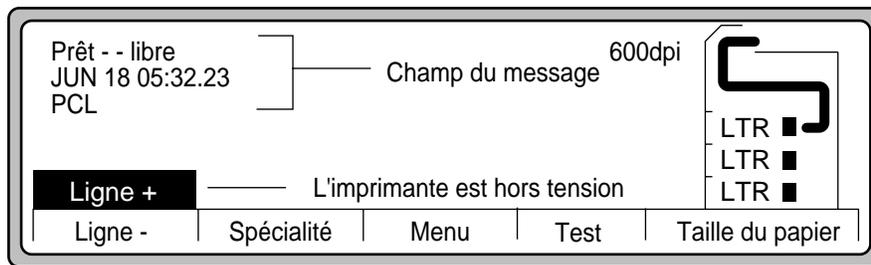
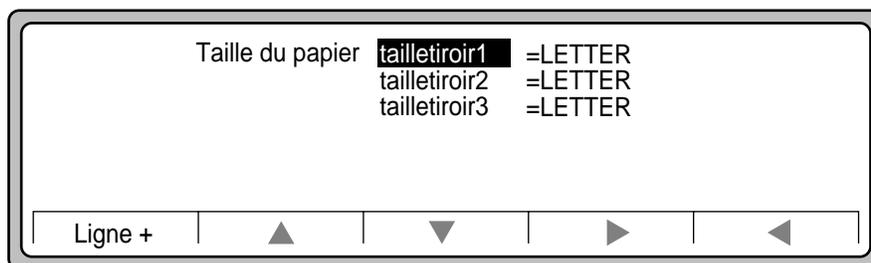

Figure 3-13 Ecran principal
Figure 3-14 Choix du bac à papier
1. Pour définir un bac comme bac adaptable, appuyez sur le bouton Taille du Papier dans l'Ecran principal (Figure 3-13) pour obtenir l'écran présenté à la Figure 3-14. Cet affichage permet d'identifier le format de papier de chaque bac.